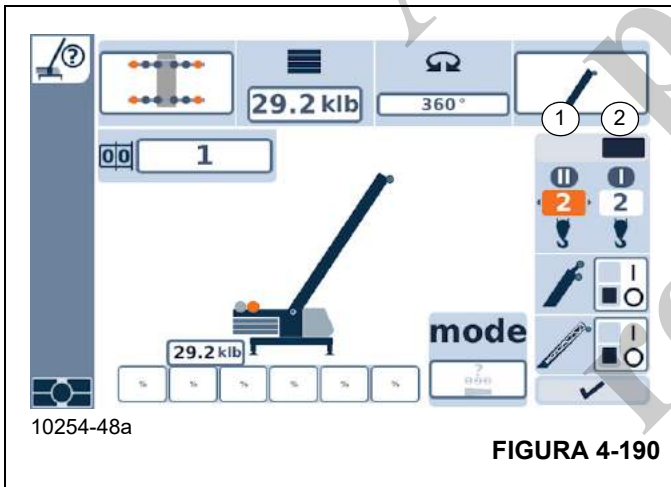

FIGURA 4-190
A carga está planejada para ser levantada com o guincho auxiliar, por exemplo. No entanto, o indicador do guincho (2, Figura 4-190) para o guincho principal está ligado e o indicador (2) para o guincho auxiliar está desligado.
O indicador de guincho agora será exibido acima do ícone de guincho auxiliar (1, Figura 4-190).